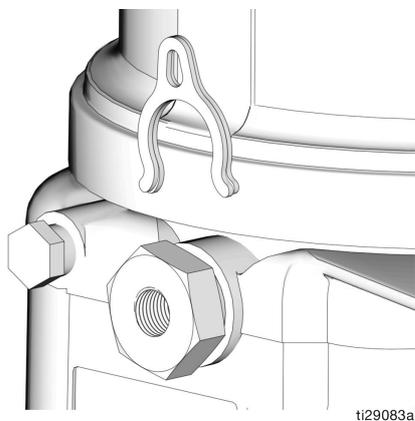

FIG. 18
2. Utilizzare una chiave per ruotare l'elemento pompa in senso antiorario per allentarlo. Non rimuovere l'intero elemento pompa. Estrarre l'elemento pompa soltanto quanto basta per permettere al distanziatore di essere inserito o estratto. (FIG. 18).
Il controllo del volume della pompa è impostato senza l'uso di alcun distanziatore oppure utilizzando uno (1) o due (2) distanziatori (FIG. 18).